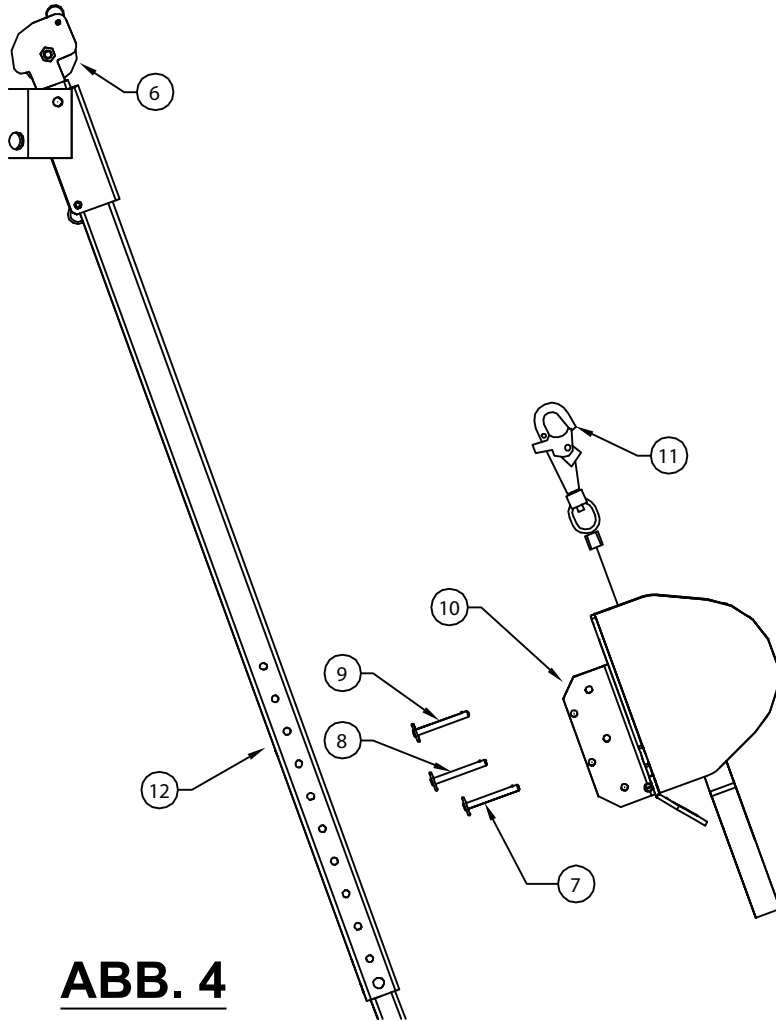

ABB. 4
2. Windenmontagestifte[7], [8], [9] aus der Windenmontagenhalterung[10] entfernen und die Winde so positionieren, dass das Seil[11] wie abgebildet aus der Winde läuft (*siehe Abb. 4*).